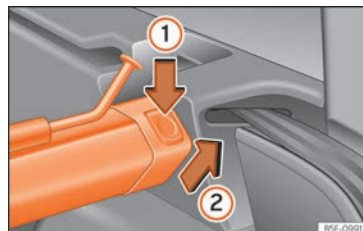

Fig. 158 En el maletero: desmontar la red de separación.
- Presione la tecla de desbloqueo izquierda o derecha »» fig. 158 ① en el sentido de la flecha ①.
- Extraiga la carcasa del soporte en el sentido de la flecha »» fig. 158 ②.
- Presione la carcasa en los soportes izquierdo y derecho en el sentido contrario al de la flecha »» fig. 158 ② hasta que encaste.